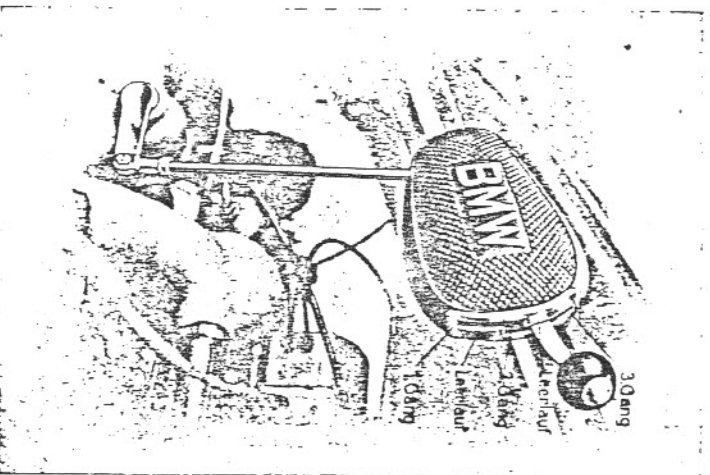

Abb. 39.
c) **Getriebe-Schalthebel:** Das Schalten des Getriebes erfordert für den Anfänger einige Übung, die er jedoch schon nach kurzer Zeit erlangt. Es ist zu beachten, daß man beim Schalten vom 1. auf den 2. und vom 2. auf den 3. Gang auskuppeln und Gas wegnehmen soll. Um vom 3. auf den 2. bzw. vom 2. auf den 1. Gang geräuschlos zu schalten, ist wie beim Autofahren „Zwischengas“ zu geben bzw. „Zwischenzukuppeln“. Hierbei soll man z. B. beim Schalten vom 3. auf den 2. Gang in der dazwischenliegenden Leerlaufstellung des Schalthebels (Abb. 39) kurz einkuppeln unter gleichzeitigem Gasgeben bzw. Gasblassen und dann erst, wenn durch das kurze Einkuppeln und Gasgeben bzw. Gasblassen die Kupplungsscheibe und damit die Getriebehauptwelle mit den in diese eingefrästen Keilnuten annähernd die gleiche Drehzahl haben, wie das mit Innennuten versehene Schieberad auf der Hauptwelle, das mit dem Schieberad auf der Keilwelle in dauerndem Eingriff ist und sich mit diesem gemeinsam verschiebt, nach nochmaligem Kupplungsziehen in den 2. Gang schalten.
Hierauf stelle man den Zündungsdrehgriff auf Spätzündung, um Rückschläge zu vermeiden, vergewissere sich, daß der Schalthebel auf Leerlauf (Stellung zwischen 1. und 2. Gang, Abb. 39) steht, und trete dann kurz und möglichst kräftig den Kickschalter nach unten durch. Nachdem der Motor hierdurch in Gang gesetzt ist und etwas warmgelaufen ist, schließe man bei der R-11-Einvergaser-Maschine die Anlaßvorrichtung durch Weiterdrehen des Anlaßkolbens, bis dieser zurückschnappt, bzw. schließe bei den Zweivergaser-Maschinen den Gasdrehgriff und öfne den Lufthebel ganz. Ein warmer Motor hat bei geschlossenen Gasschiebern und geöffneten Luftschiebern einen ruhigen Langsamlau.